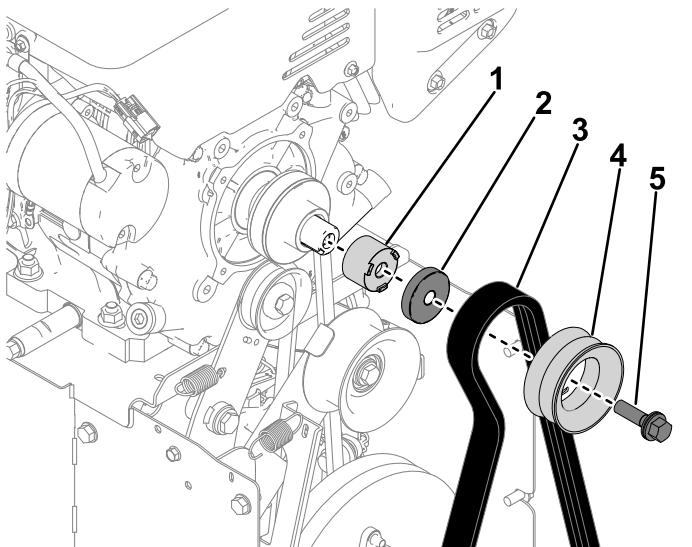

Figura 22
2. Instale la polea del espaciador, la sujeción de la polea, la polea del impulsor y la correa del sifón en el cigüeñal (Figura 22).
4. Instale el perno de cuchilla (7/16" x 1 3/4") en la polea del impulsor (Figura 22). Apriete el perno a entre 13,6 y 18,1 N·m.